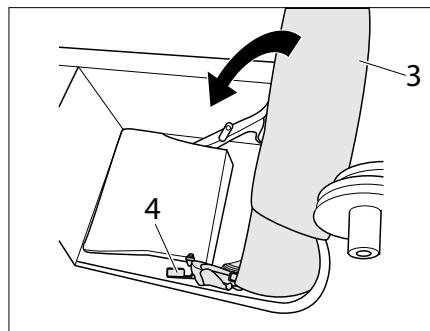

Fig. 223 Déplacer le dossier dans le caisson de rangement
- Actionner le levier 2 (Fig. 223,4) et déplacer le dossier (Fig. 223,3) dans le caisson de rangement.